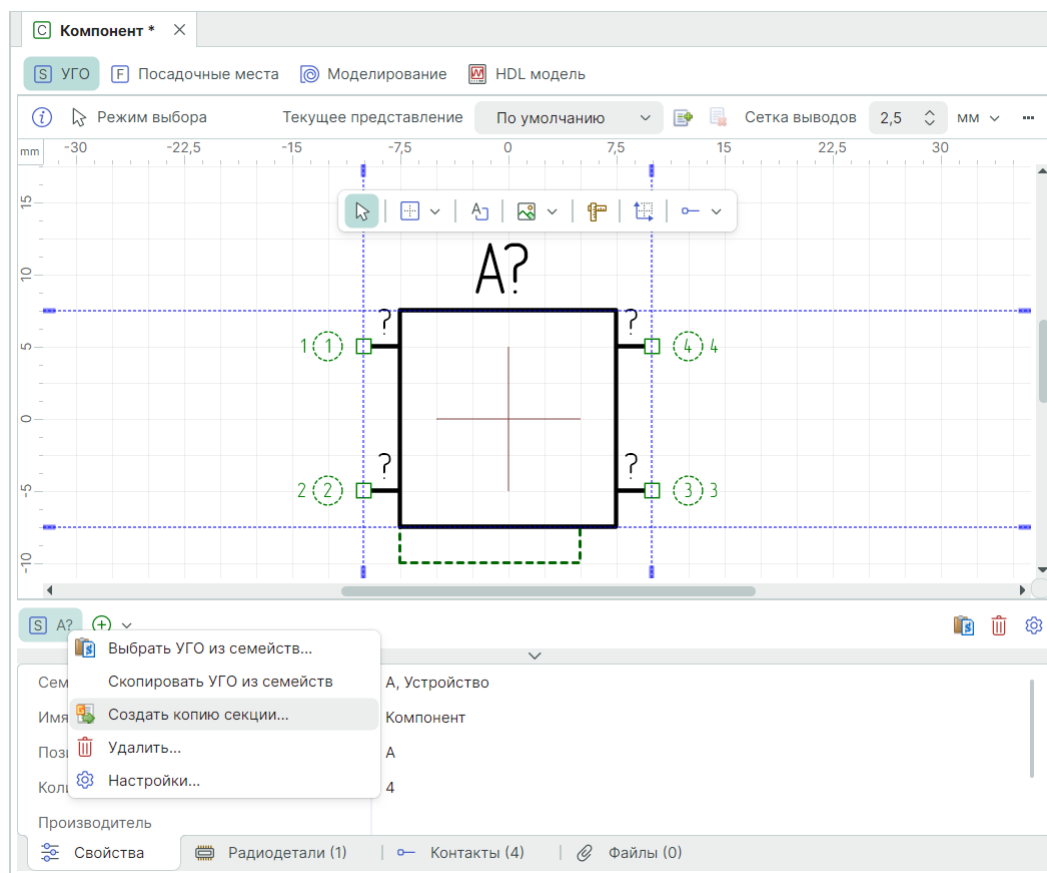

Рис. 211 Вызов инструмента копирования секции
1. В нижней левой части окна на области иконки  из контекстного меню выберите «Создать копию секции», см. Рис. 211.